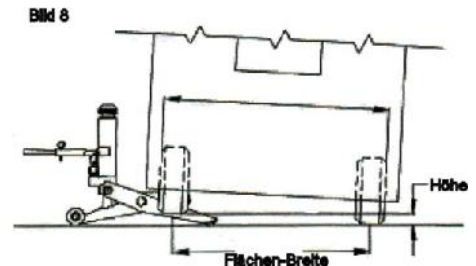

Bild 8
6. Beginnen Sie nun den Hubvorgang mit vorsichtigen Pumpbewegungen. **Warnung!** Der Heber darf NIEMALS höher als 1/4 der Flächenbreite ausgefahren werden (Bild 8).